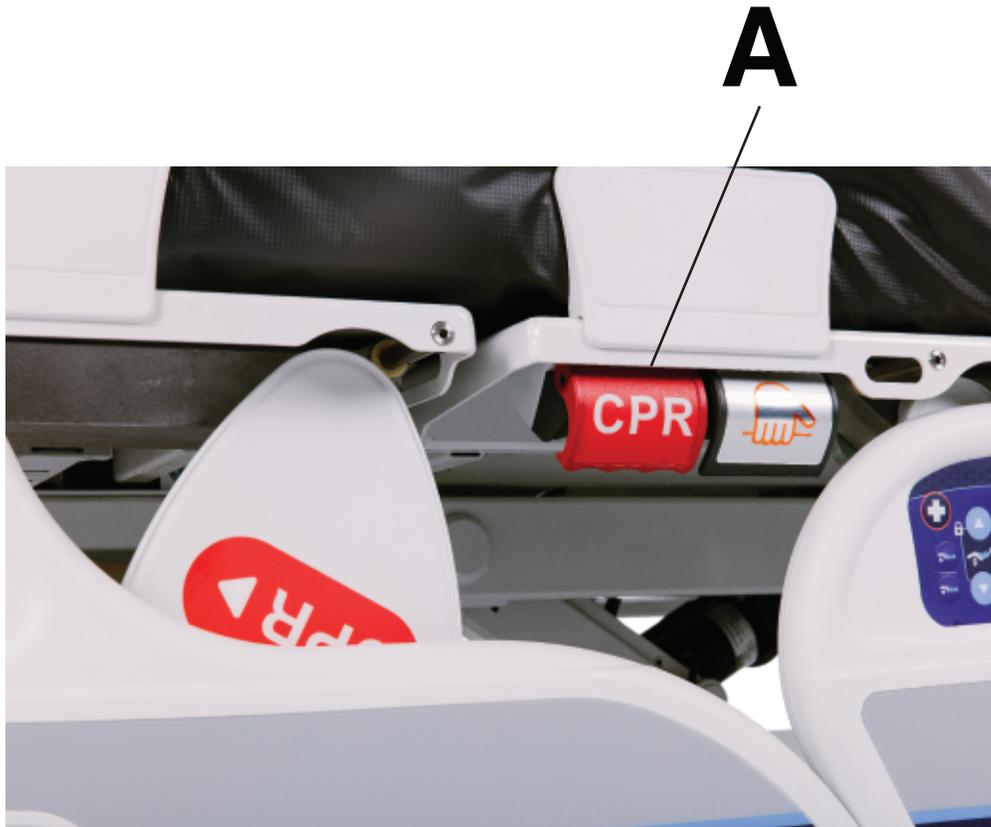

Figure 10 – Activation du débrayage pour position d'urgence RCP
Les deux poignées de débrayage pour position d'urgence RCP se trouvent du côté tête du lit à droite et à gauche du relève-buste (A) (Figure 10).
1. Tirer la poignée (A) d'un côté ou de l'autre du relève-buste (Figure 10).